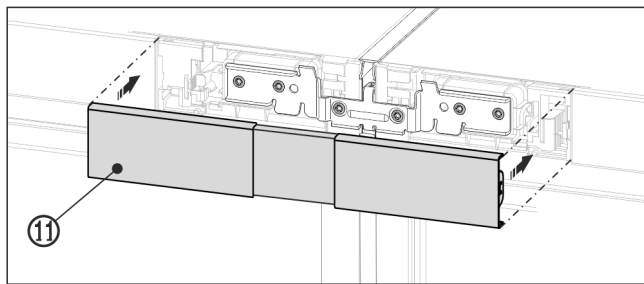

Fig. 23 Representación a modo de ejemplo
- Coloque la cubierta Fig. 23 (11) superior en el espacio entre las dos cubiertas del panel de control. Asegúrese de que la parte exterior de la cubierta esté completamente alineada con el panel de control.